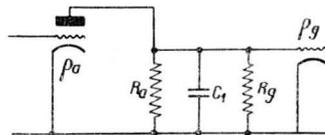
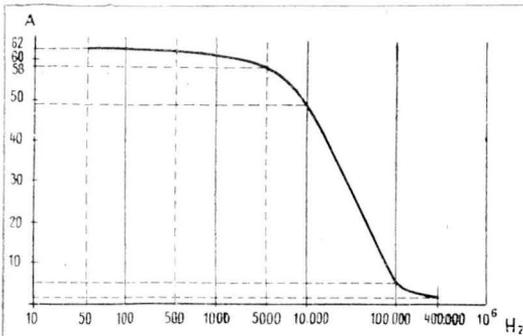
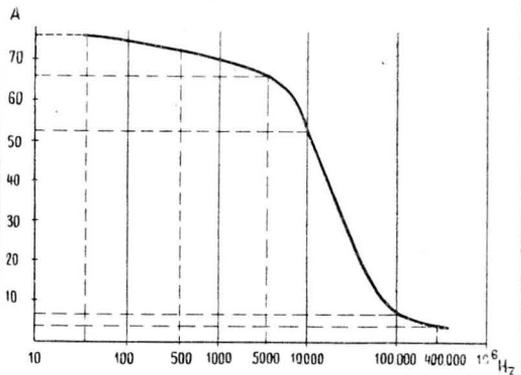

FIG. 5. — Une forme très employée d'un circuit BF.
Fig. 6. — Courbe de réponse aux fréquences élevées d'un circuit type 1, valeurs ci-dessous :
Fig. 9. — Circuit du type figure 5 ; l'effet de filtrage est moins prononcé que dans les circuits précédents.
Le montage habituel est plus simple que celui des figures 1 et 2. On a alors (fig. 5) :
On trouvera (fig. 6, 7 et 8) des courbes obtenues avec des circuits du type de la figure 1,
et (fig. 9 et 10) celles obtenues avec le montage de la figure 5.
b) L'effet de filtrage en haute fréquence est plus faible avec les circuits des figures 9 et 10, qu'avec ceux des figures 6, 7 et 8 ;
bonne que possible des notes élevées, ce qui nous conduira à un des types des figures 6, 8 ou 9, la capacité de liaison ne dépassant pas 10 000 $\mu\mu\text{F}$ et pouvant éventuellement être abaissée jusqu'à 5 000.